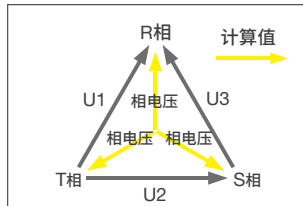

图2 三角形-星形转换
- 三角形-星形转换: 在三相3线制(3V3A)系统中根据线电压计算相电压(图2)。